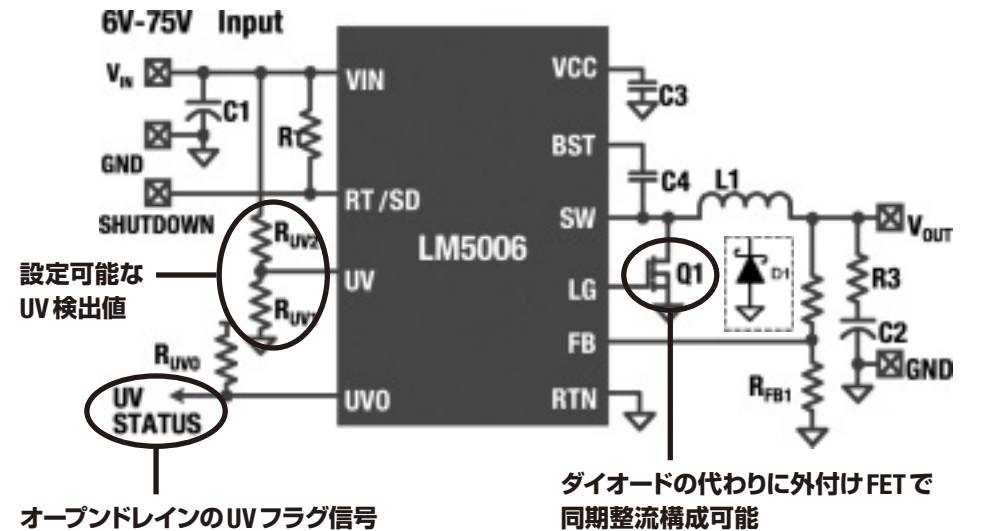

図1
- ダイオードの代わりにFET使用で、高効率な同期整流降圧型電源構成も可能 (図1参照)